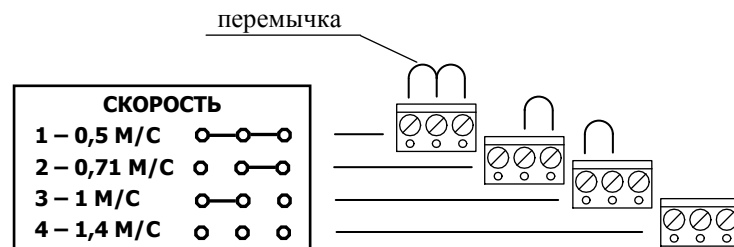

Рис. 13
При включении устройства данные светодиоды мигают число раз, соответствующее установленной номинальной скорости (смотри расшифровку на этикетке «СКОРОСТЬ» (см. рис.13.), находящейся на лицевой стороне электронного блока устройства).
6.1.2. Перемычки «СКОРОСТЬ» на устройстве должны быть установлены в положение, соответствующее номинальной скорости для данного типа лифта (см. рис. 13).